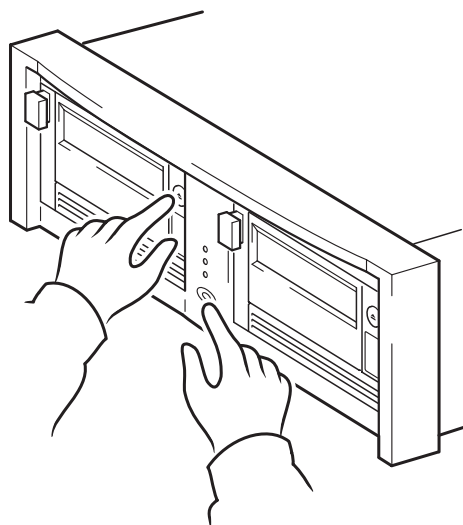

Figura 12b: utilizzo di HP OBDR, fase 2
- 2 Tenendo premuto il pulsante di espulsione, accendere il server (vedere la Figura 12b). Verrà attivato il processo HP One-Button Disaster Recovery. Rilasciare il pulsante di espulsione non appena il LED Ready sul pannello anteriore comincia a lampeggiare con la sequenza OBDR. Si tratta di una sequenza ripetitiva di: LED lampeggiante-LED acceso-LED lampeggiante.